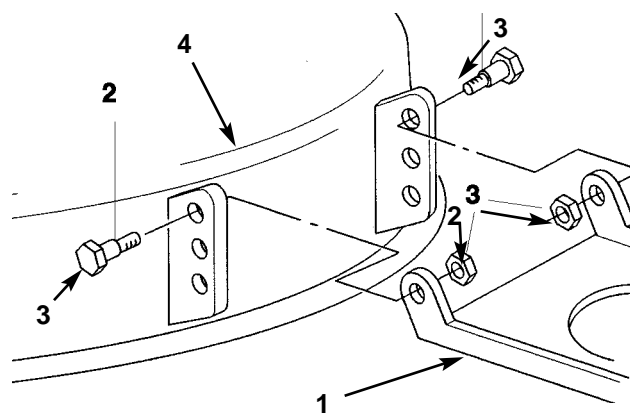

Fig. 53
di 6,4–15,8 mm girando il dado di registrazione, spostate l'attacco girevole sul tosaerba (Fig. 53).
12. Togliete la coppiglia a forcina e la rondella, ed estraete l'asta dal tosaerba (Fig. 53).